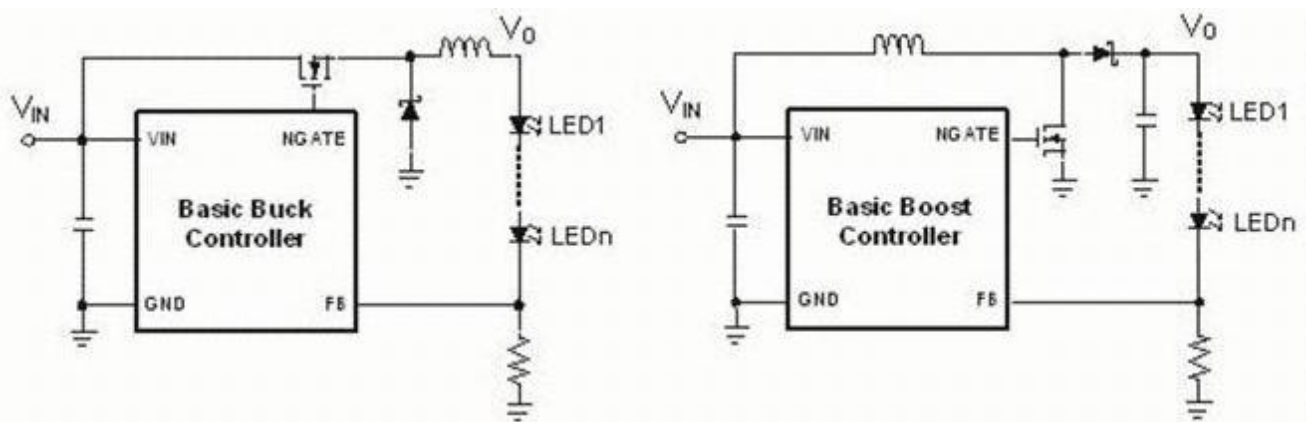

图 1: 带有  $V_o$  计算的 Bulk 和 BoostLED 驱动:
在峰值电流模式控制中，负载阻抗对 DC 增益和控制到输出转换函数的低频极点有很大影响。对电压调节器来说，负载阻抗由输出电压与输出电流的比值来决定。LED 是个拥有动态电阻的二极管。这个动态电阻只能通过做出 VF(IF) 曲线，然后用切线来找到希望的前向电流的斜率来决定。如图 1 所示，电流调节器使用负载本身来作为反馈分频器来闭环。这就使 DC 增益降低了  $(RSNS / (RSNS + rD))$  倍。